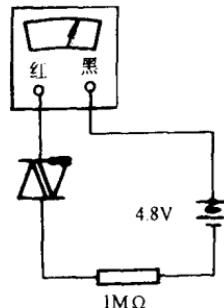

图 1-4 双向二极
(5)双向二极管损坏。用万用表测量其电阻应为无穷大，再用万用表高阻档按图 1-4 连接，表针应指在电阻较小位置，否则说明双向二极管损坏，应予以更换。